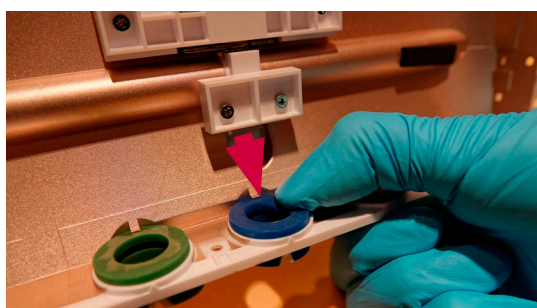

Rysunek 19 Kolor wskazany na płytce VDI musi odpowiadać kolorowi pierścienia
- e) **Upewnić się, że kolorowy pierścień na tylnej obudowie ma taki sam kolor jak wskaźnik na płytce VDI (rysunek 19)**
Podczas ponownego montażu tylnej obudowy należy pamiętać, aby oznaczenia na płytkach VDI (rysunek 19) miały taki sam kolor jak znajdujące się obok pierścienie.